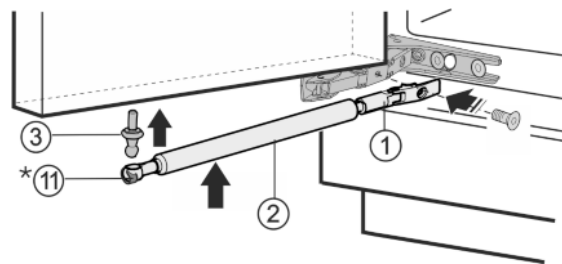

Fig. 5
- ▶ Kogeltap Fig. 5 (3) in de nieuwe bevestigingsboring vast met **4 Nm** schroeven (Torx® 25).
- ▶ Spanveer Fig. 5 (11) weer naar binnen schuiven.*
- ▶ Houder Fig. 5 (1) met **3 Nm** goed vastschroeven.
- ▶ Sluitdemper Fig. 5 (2) in de kogeltap inhangen.